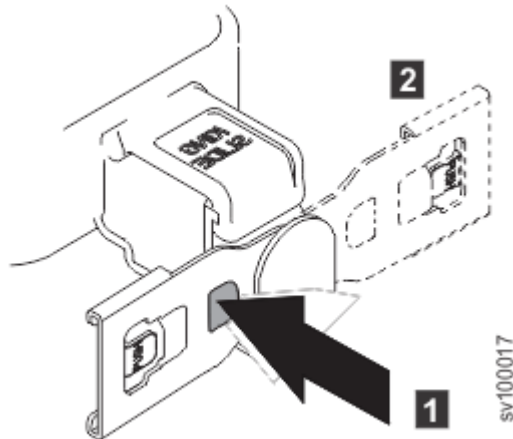

Abbildung 27. Ausrichtung des Kabelträgers umkehren
- a) Drücken Sie den Knopf mit der Aufschrift "PUSH" in Abbildung 27 auf Seite 25.